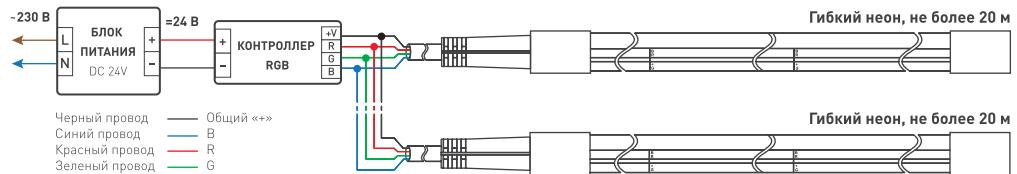

Рисунок 2. Схема подключения.
- Подключите «гибкий неон» согласно приведенной схеме [рис. 2]. Соблюдайте полярность подключения, а также маркировку, нанесенную на боковой поверхности «неона» [B, R, +, G], и цветовую маркировку проводов. Используемый блок питания должен иметь запас по мощности не менее 25%.